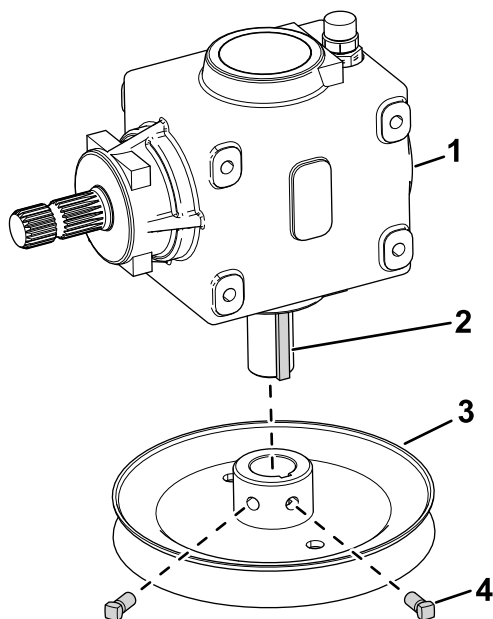
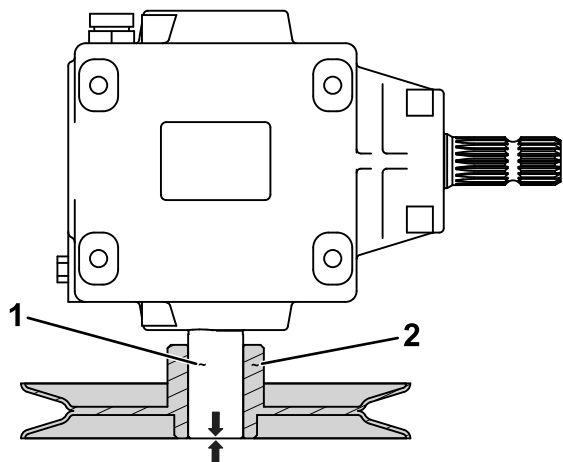

Figura 3
Figura 4
3. Rimuovete le 2 viti a testa quadrata dalla puleggia della scatola ingranaggi esistente (Figura 3).
5. Applicate un composto frenafili sulle viti a testa quadrata della scatola ingranaggi (Figura 4) e sulla scanalatura.
7. Assicuratevi che l'albero sia a livello con l'estremità del mozzo della puleggia (Figura 4) e che la chiave quadrata (Figura 3) non sporga dal mozzo della puleggia.
9. Utilizzate le viti a testa quadrata per fissare la nuova puleggia all'albero della scatola ingranaggi (Figura 3).